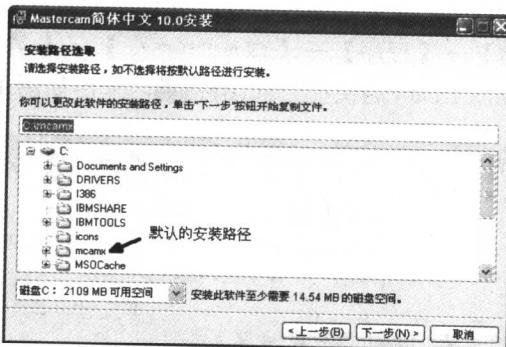

图 1-3
**【提示】软件中文版本：**本书采用了 Mastercam X 的中文版本，如果用户所使用的是 Mastercam X 的英文版本，那么可以运行附带光盘中的“MCX 汉化安装包.exe”文件，在安装过程中会出现如图 1-3 所示的对话框，在此选择 Mastercam X 的安装路径，如果是默认安装，则安装路径应该是“C:\vncamx”，如果不是默认路径，则应选择正确的安装路径。安装完成后再次启动 Mastercam 就是中文版的了。